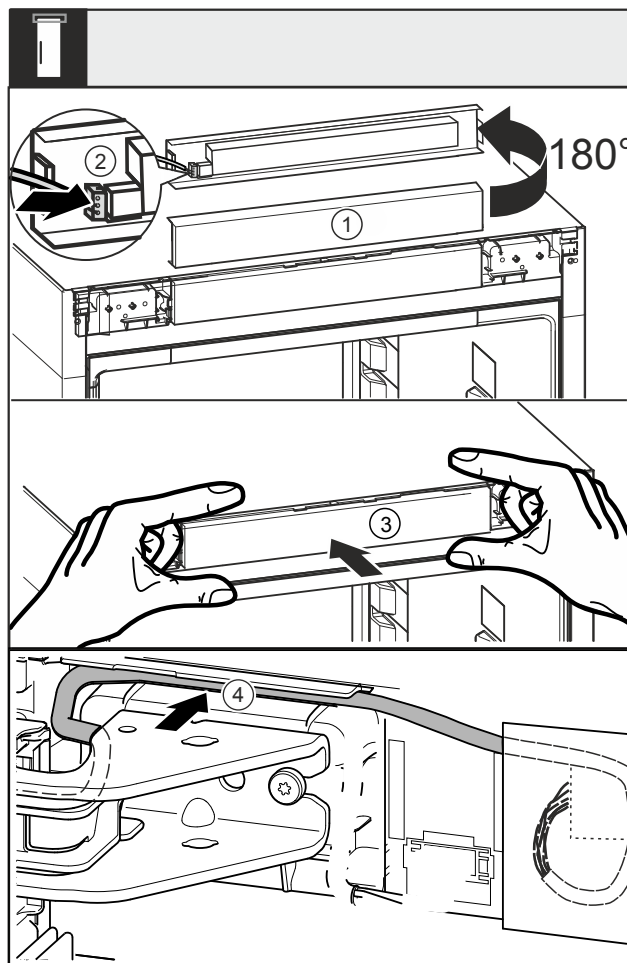

Fig. 46
- Gire la tapa ciega Fig. 46 (1) 180° hacia arriba.
- Encaje el conector macho Fig. 46 (2) en la tapa ciega del elemento de control.
- Encaje de nuevo la tapa ciega Fig. 46 (3) en el electrodo-méxico.
- Coloque con cuidado el cable en la guía Fig. 46 (4) por encima del soporte del cojinete superior.